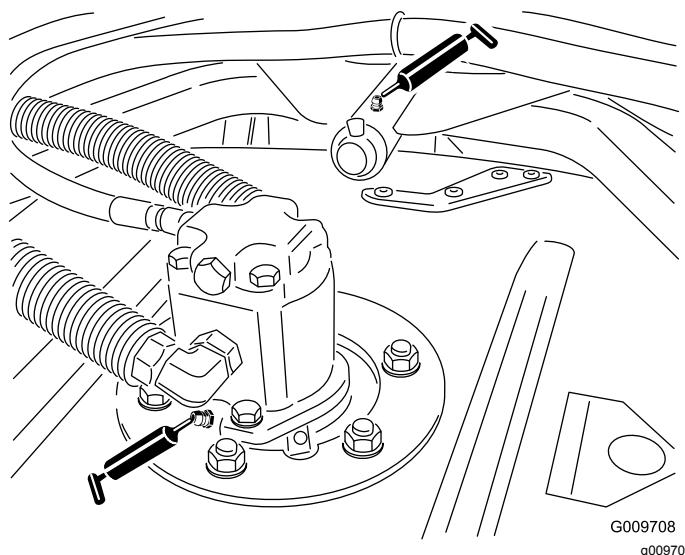

Figura 25
- Cojinetes de los ejes de las unidades de corte (1 Figura 25 por unidad de corte) ().
- Casquillos de los brazos de las unidades de corte (1 por unidad de corte) (Figura 25).